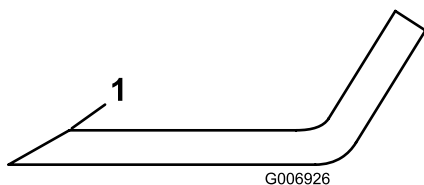

Figura 74
4. Controllate i taglienti di tutte le lame. Affilateli se sono smussati o scheggiati, affilate solo la parte superiore del tagliente e mantenete l'angolo di taglio originale per garantire l'affilatura (**Figura 74**).